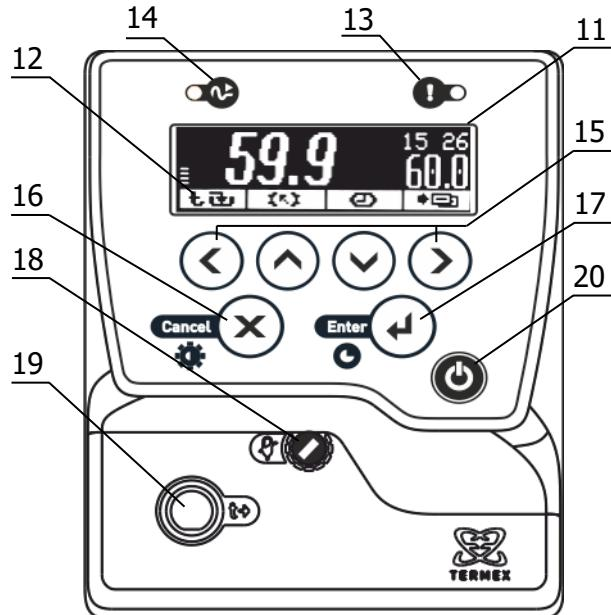

Рисунок 2 – Лицевая панель
Система безопасности блока регулирования отключает двигатель насоса и нагреватель при срабатывании хотя бы одной из защит (1.2.13) или неисправности датчика температуры. При срабатывании системы безопасности раздается звуковой сигнал, загорается индикатор 13 (рисунок 2) и на дисплей 11 выводится информация о причине неисправности.
2.3.3 Для регулировки яркости подсветки или контраста дисплея нажать кнопку 16 (X), выбрать изменяемый параметр кнопками (▲) и (▼) и установить его значение кнопками (◀) и (▶). Зафиксировать изменение нажатием кнопки 17 (↔) (рисунок 2).
2.4.2 В режиме ожидания нагреватели терmostата отключены, блок регулирования не осуществляет управления. Работа насоса определяется значением параметра "Насос предв." (см. 2.5), устанавливаемого пользователем. Индикатор 14 (рисунок 2) погашен.
2.4.4 Переключение между режимами работы производится нажатием кнопки 20 (рисунок 2).
2.8.6 Для выбора уставки в качестве текущей кнопками (▲) и (▼) подвести к ней указатель. Значение отмеченной указателем уставки дублируется крупными цифрами в правой части дисплея. Для подтверждения выбора отмеченной уставки нажать кнопку 17 (↔). Для отмены выбора нажать кнопку 16 (✗) (рисунок 2).
2.8.7 Для изменения численного значения отмеченной уставки нажать кнопку (►). На рамке, обрамляющей значение уставки в правой части дисплея, появятся “засечки”, указывающие на изменяемую позицию в численном значении. Цифра в отмеченной позиции мигает. Нажатиями кнопок (▲) и (▼) установить требуемую цифру в отмеченной позиции. Если удерживать кнопку нажатой, значение уставки будет изменяться непрерывно. Нажатиями кнопок (◀) и (▶) переместить отметку изменяемой позиции. Дискретность изменения значения уставки зависит от положения изменяемой позиции: если отмечена позиция десятков, то при единичном нажатии кнопки (▲) или (▼) значение уставки изменится на 10 °C. Если отмечена позиция десятых долей, то значение уставки изменится на 0.1 °C соответственно. Закончить ввод нового значения уставки нажатием кнопки 17 (←). Для возврата к значению уставки до ее изменения нажать кнопку 16 (X) (рисунок 2).